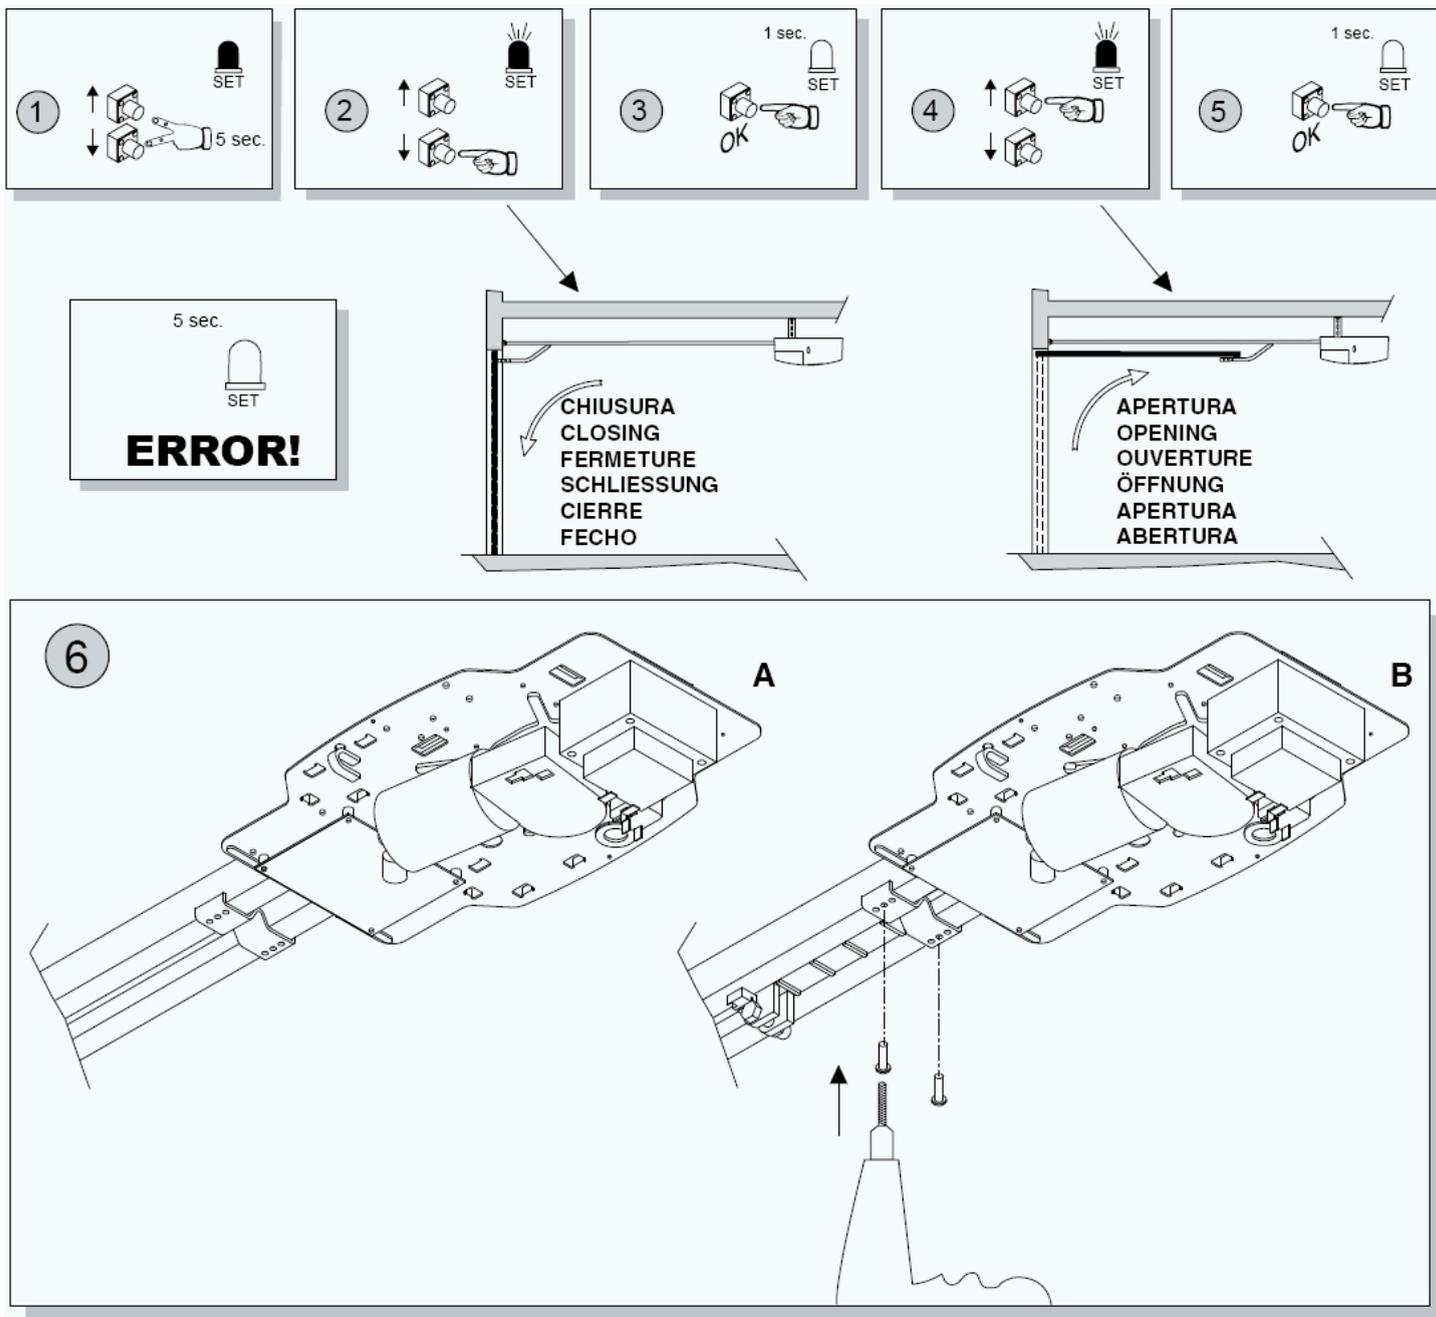

рис. 20
8. Регулировка концевиков (рис.20)
- 6) Расположите правильно «блокировку каретки» на каретке (рис.20 поз. 6А-В).